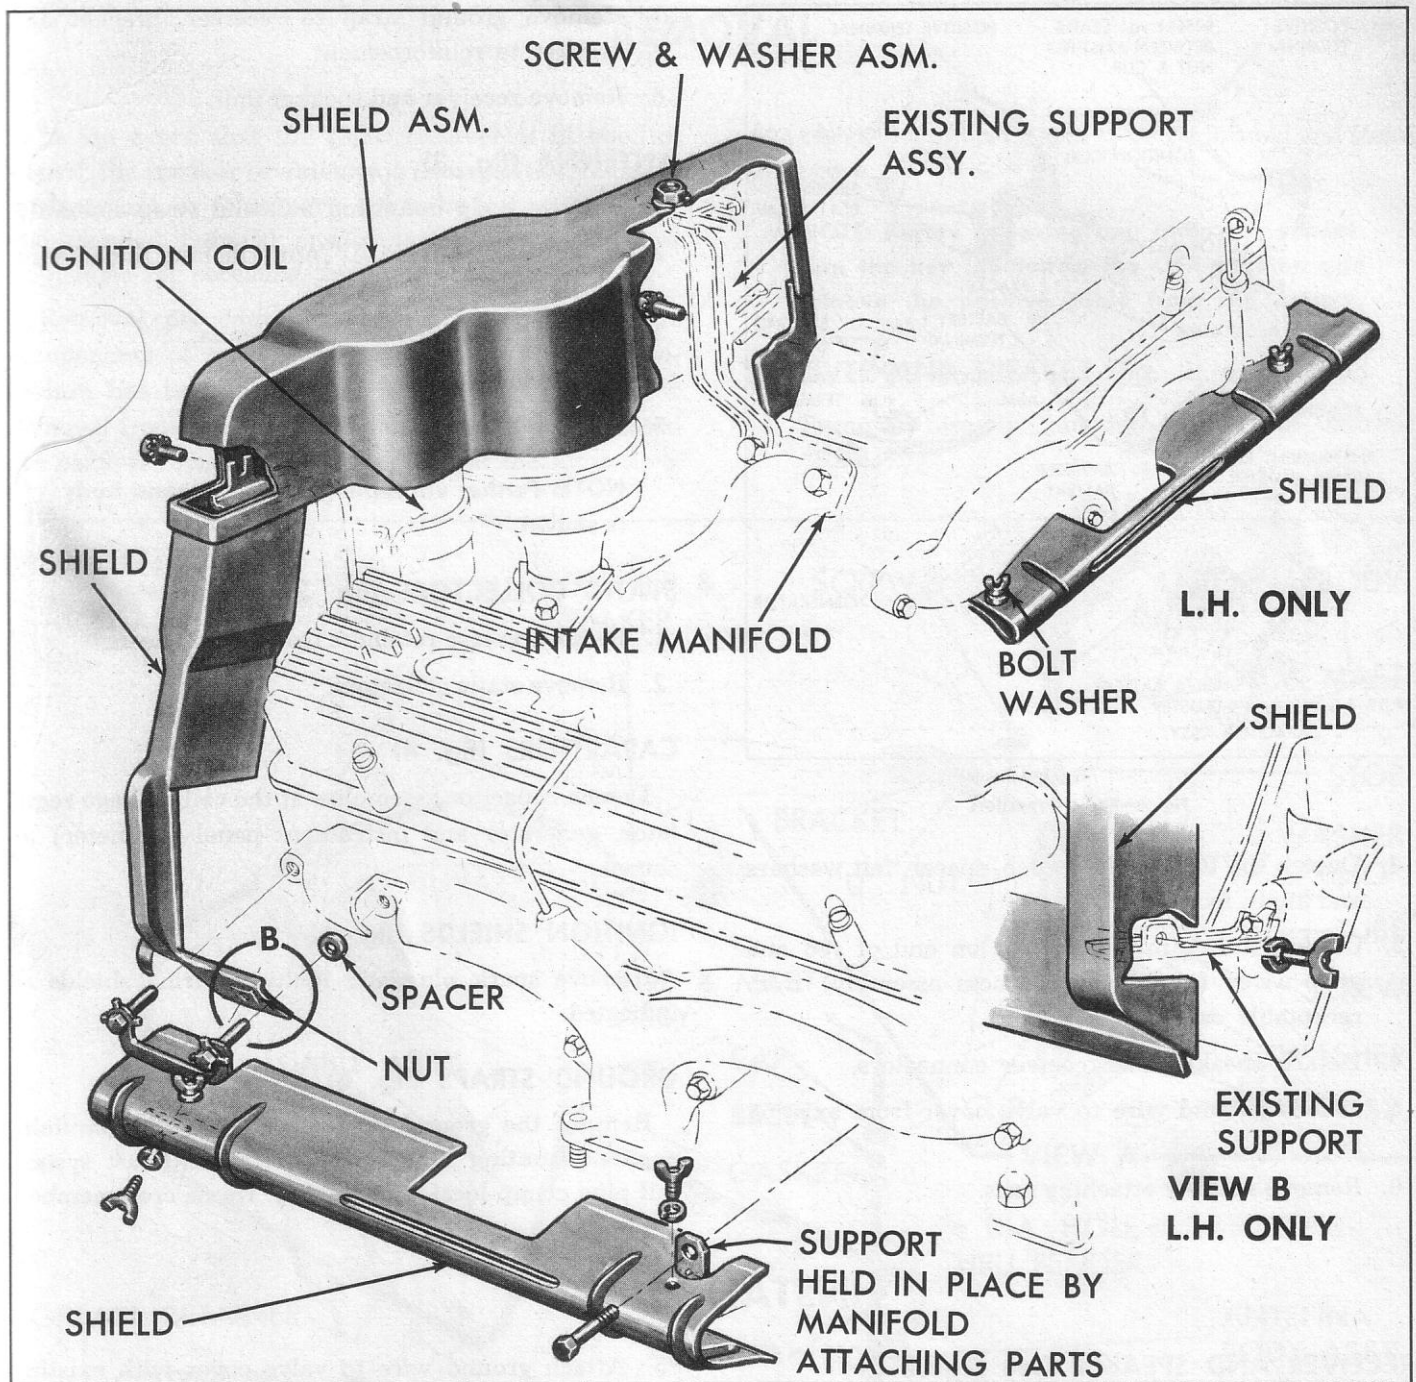

Fig. 5—Radio Ignition Shields
### IGNITION SHIELDS (fig. 5)
**IGNITION SHIELDS (fig. 5)**